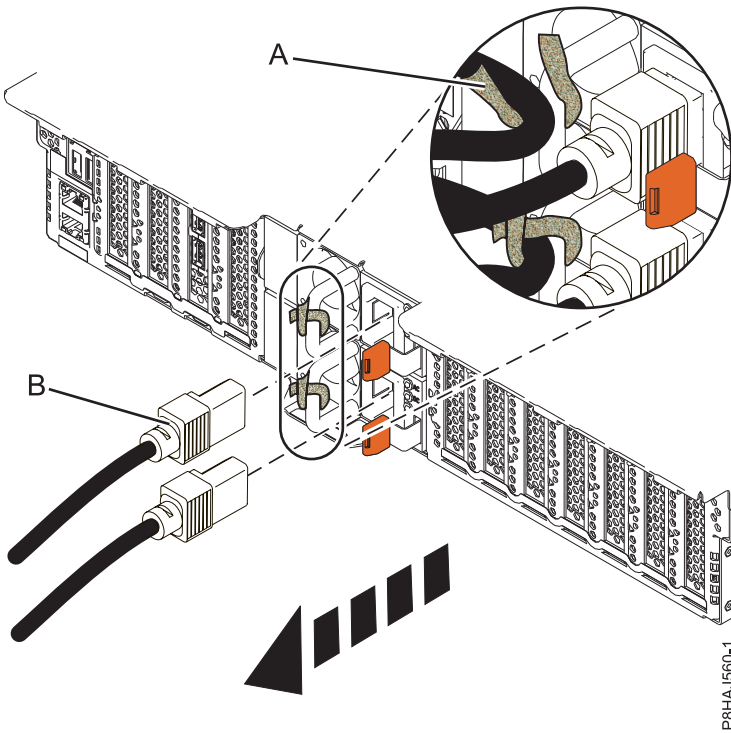
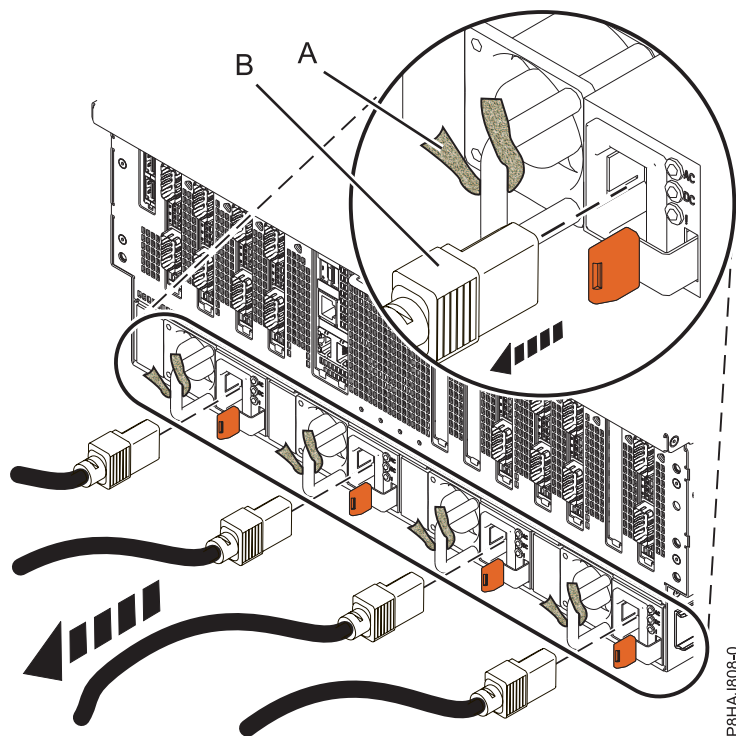

Figure 29. Retrait des cordons d'alimentation d'un système 5148-21L, 5148-22L, 8247-21L, 8247-22L, 8284-21A ou 8284-22A
Figure 30. Retrait des cordons d'alimentation d'un système 8408-44E ou 8408-E8E
3. Débranchez les cordons d'alimentation (**B**) de l'unité centrale. Voir les figures figure 28, à la page 44, figure 29, à la page 44 ou figure 30, à la page 45 selon le type de votre système.